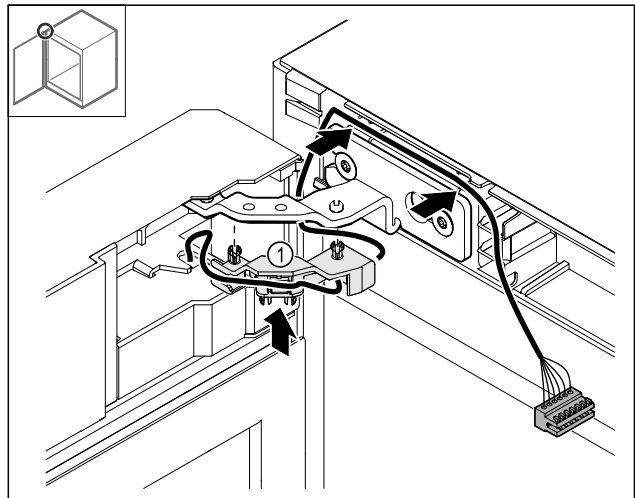

Fig. 42
- Premere il supporto del cavo Fig. 42 (1) nella cerniera.